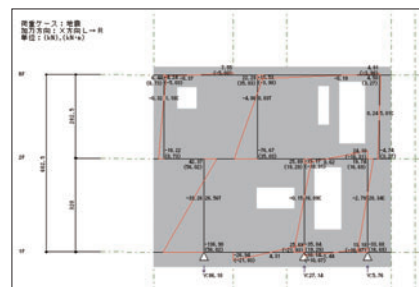

図7 地震荷重時応力図出力例
- ・鉛直荷重時・水平荷重時の応力は、壁と壁ばりを線材と剛域でモデル化し、立体解析により求めます(図7)。また水平荷重時は平均せん断応力度法による平面解析や擬似立体解析を選択することもできます。各階の床は剛床としています。また、立体解析では支点の浮上りを考慮することができます。